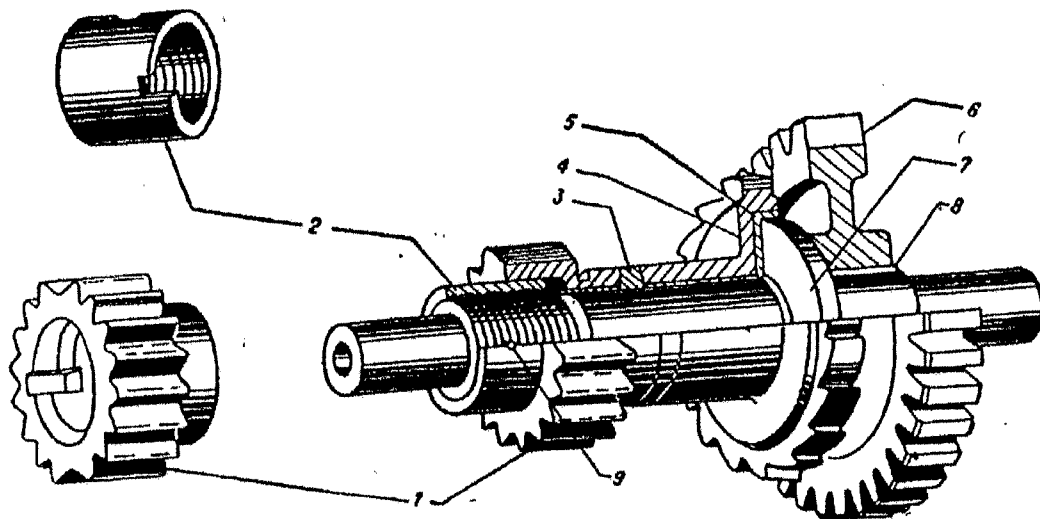

Рис. 10 Фрикционный тормоз лебедки.
- фрикционного тормоза (см. рис.10), в который входят: шестерня 6, бронзовое кольцо 5, храповое колесо 4, корпусная втулка 3, шестерня 1, специальная гайка 2 и ось тормоза 7. Шестерня 1 на торце со стороны специальной гайки 2 имеет винтовую впадину, а специальная гайка 2 на торце со стороны шестерни 1 имеет соответствующий винтовой выступ, шестерня 6 закреплена на оси тормоза 7 при помощи шпонки 8. Бронзовое кольцо 5, храповое колесо 4, корпусная втулка 3 и шестерня 1 свободно посажены на ось 7. Специальная гайка 2 закреплена на оси 7 при помощи